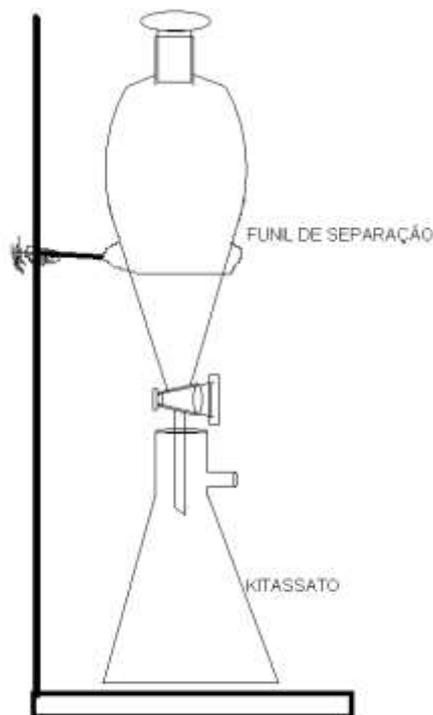

Figura 2 – Esquema para produção de  $O_2$ .
b) Monte um aparato como mostrado na Figura 2, utilizando suporte universal e aro metálico.